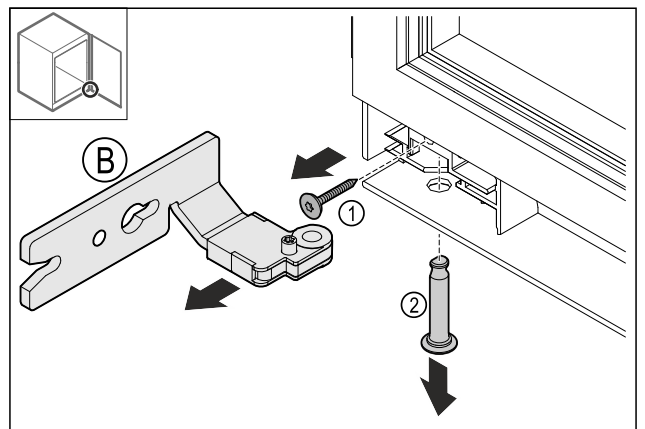

Fig. 15
- ▶ Αφαιρέστε τη βίδα Fig. 15 (1).
- ▶ Αφαιρέστε τον πείρο Fig. 15 (2).
- ▶ Αφαιρέστε τον μεντεσέ Fig. 15 (B).